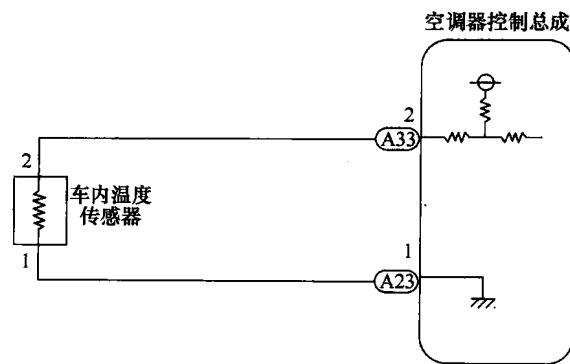
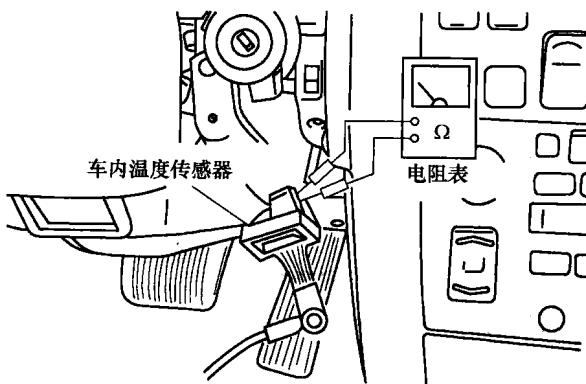

图 1-20 车内温度传感器电路图
图 1-21 车内温度传感器检测方法
1) 常见车内温度传感器电路示意图如图 1-20 所示。
① 检查车内传感器与电脑之间的线束。拆下车内传感器的插头，在线束侧应能测量到 5V 的直流电压，否则是线束不良或空调电脑不良。
② 检查传感器。车内温度传感器检测方法如图 1-21 所示，标准阻值见表 1-1。如果测量的阻值与标准的阻值差不多，该传感器正常，否则该传感器有故障，须更换。